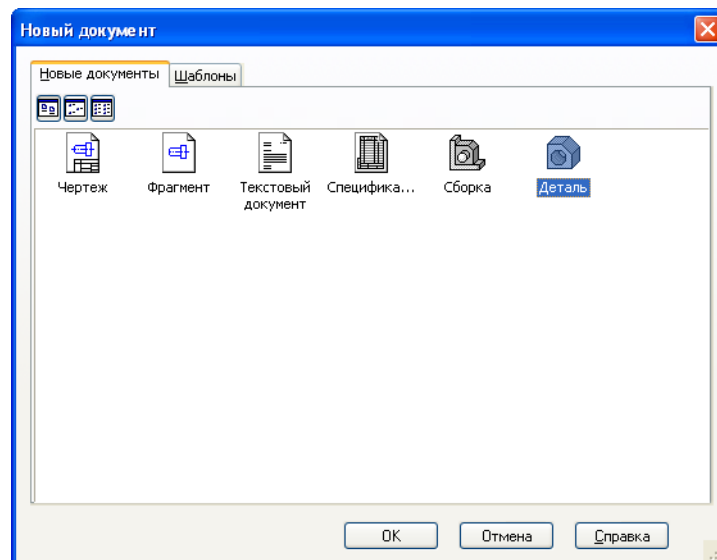

Рисунок 2
1. Создайте документ Деталь (рисунок 2).